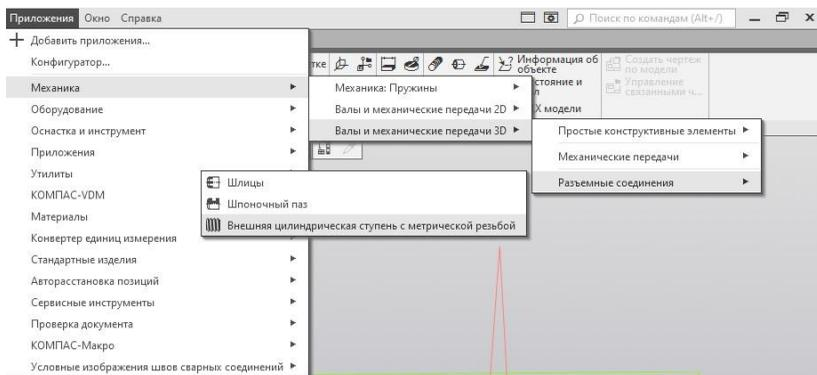

Рисунок 2. Вкладки для построения наружной резьбы через приложение *Механика*
1. В панели необходимо выбрать вкладку *Приложения*, а затем из списка открыть поочередно: *Механика – Валы и механические передачи в 3D – Разъемные соединения – Внешняя цилиндрическая ступень с метрической резьбой* (рисунок 2).